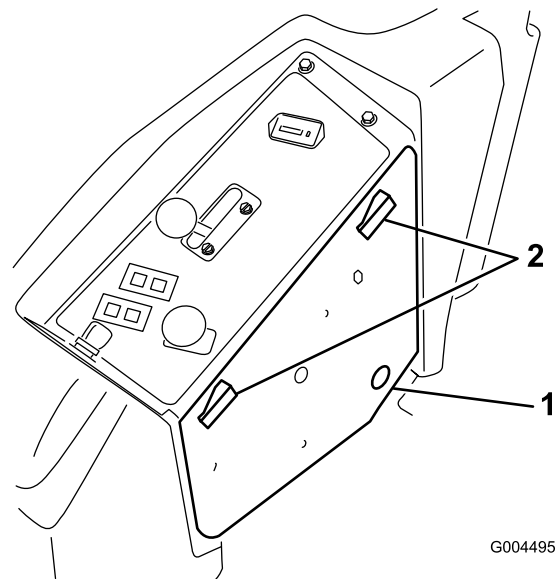

Figura 22
2. Abra la tapa del panel de control y apártela (Figura 22).